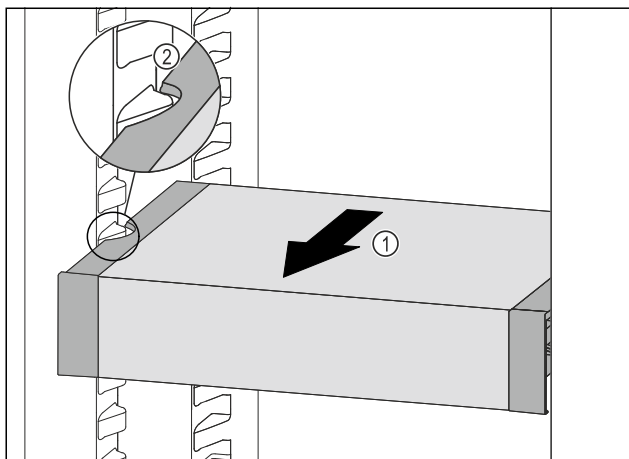

Fig. 82
- ▶ Træk VarioSafe fremefter Fig. 82 (1), indtil udsparringerne i siden på VarioSafe er på niveau med beholderribben i kølesektionen. Fig. 82 (2)